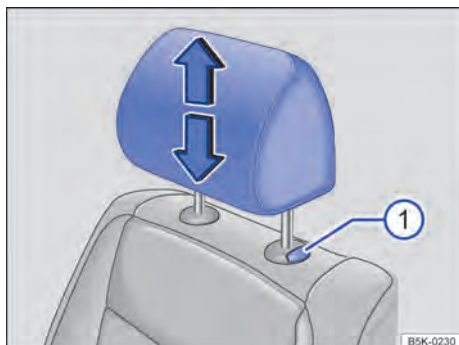
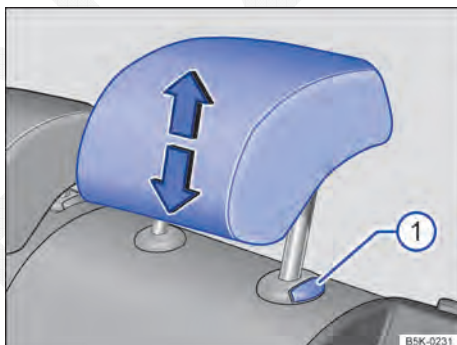

Fig. 62 Ajustar o apoio para cabeça dianteiro.
Fig. 63 Ajustar o apoio para cabeça traseiro.
- Empurrar o apoio para cabeça para cima no sentido da seta ou, com o botão ⇒ Fig. 62 ① ou ⇒ Fig. 63 ① pressionado, empurrar para baixo ⇒ ⚠️.